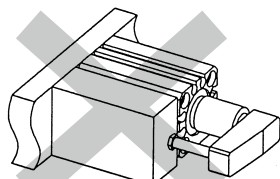

図1
① 下記のような使用環境では使用できませんのでご注意ください。
② シリンダのピストンロッドに回転力を加えますと、作動不良、不回転精度の低下を招きますので、ご使用に際しては、必ず下記の事柄を守ってください。
- ① シリンダは必ず垂直に取付けて使用してください。(図1)